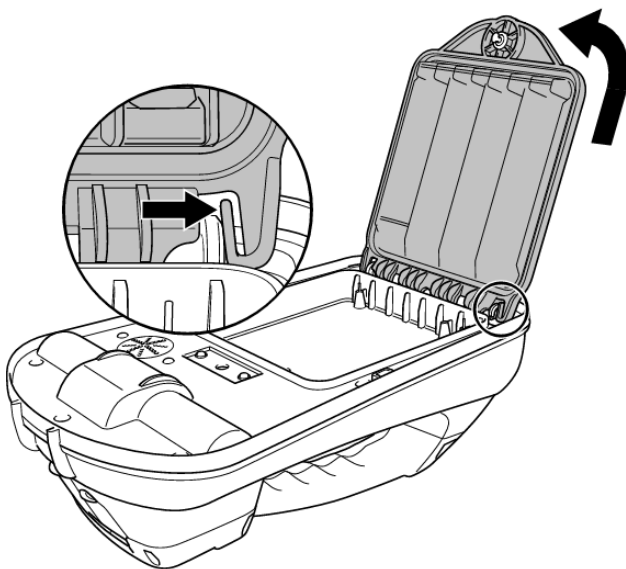

Figura 4.10: Presione el pestillo de liberación y levante la batería.
- 3 Suelte el pestillo de retención (Figura 4.10) presionando suavemente y levante la batería